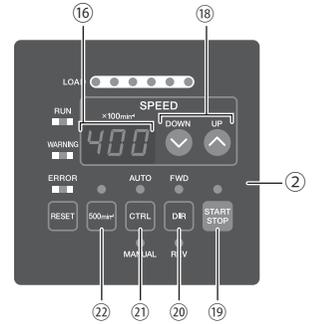

Fig. 24
### 15 - 1 Sélection du mode de contrôle (MANUEL/AUTO). (Sélectionner la touche de contrôle (CTRL) ⑲ de la figure 24.)
- (1) Avec la touche de contrôle (CTRL), vous pouvez sélectionner le mode manuel (commande par le pavé de contrôle) ou automatique (source externe de signal). La source externe de signal peut être utilisée notamment pour contrôler le démarrage/l'arrêt du moteur, le sens de rotation et la vitesse du moteur à partir d'une commande numérique externe (CNC).
- (2) Pour un fonctionnement avec le panneau de commande du BOÎTIER DE CONTRÔLE, appuyez sur la touche de contrôle (CTRL) de la figure 24 et sélectionnez le mode MANUEL. La lampe MANUAL s'allumera.
Pour un fonctionnement par une source externe de signal, appuyez sur la touche de contrôle (CTRL) de la figure 24 et sélectionnez le mode AUTO. La lampe AUTO s'allumera.
- (1) Sélection du sens de rotation du moteur (appuyez sur la touche direction de rotation (DIR) ⑳ de la figure 24.)
- (2) Sélection de la vitesse de réglage  $500 \text{ min}^{-1}$  (tr/min) (appuyez sur la touche  $500 \text{ min}^{-1}$  ㉒ voir figure 24.)
- (3) Démarrage/Arrêt du moteur (Démarrage/Arrêt du moteur en appuyant la touche Démarrage/Arrêt (START/STOP) ⑲ de la figure 24.)
- (4) Réglage de la vitesse moteur (utilisez les touches d'ajustement de vitesse moteur (SPEED ⬆, ⬇) ⑱ de la figure 24.)
Le réglage du paramètre  $P2$  à  $U_n$  permet de régler la vitesse moteur en mode automatique en utilisant la touche d'ajustement de vitesse moteur (SPEED  $\odot$ ,  $\ominus$ )  $\textcircled{18}$  de la figure 24.